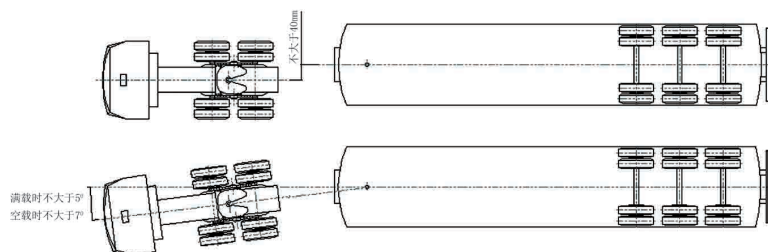

图14—3: 牵引座与牵引销中心偏移量及偏移角
c. 缓缓后退牵引车, 使半挂车牵引销经由牵引座“V”形口进入锁止机构的开口, 然后牵引销推动锁止块转动, 锁上牵引销。牵引车倒退时, 牵引车与半挂车中心线力求保持一致, 两车中心线偏移限于40mm以下。两中心线夹角满载时 $\leq 5^\circ$, 空载时 $\leq 7^\circ$ 。(见图14—3)